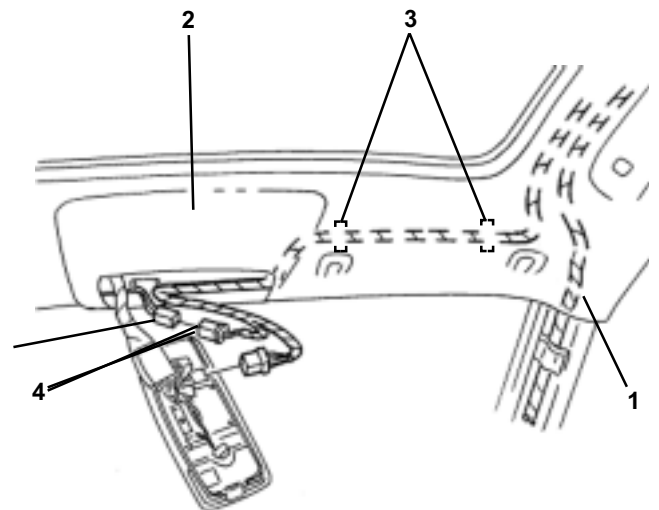

FIGURE 34
5. ROUTE THE DOME LIGHT HARNESS FROM THE TOP OF THE A-PILLAR (1) TO THE FRONT DOME LIGHT OPENING (2) AND SECURE USING TWO PIECES OF FOAM TAPE (3). (SEE FIGURE 34)
6. CONNECT THE DVD DOME LIGHT HARNESS (4) TO THE VEHICLE DOME LIGHT HARNESS (5). (SEE FIGURE 34)